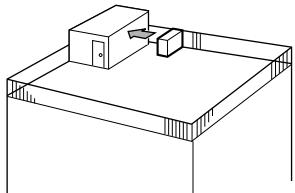

Fig. 2-3
- (1) Anbring udblæsningen, så den vender imod den nærmeste væg og ca. 50 cm fra den. (Fig. 2-3)